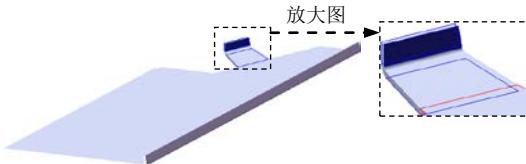
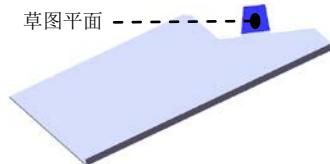

图 6.12 绘制的折弯 2
图 6.13 折弯线草图平面
Step6. 创建图 6.12 所示的钣金特征——绘制的折弯 2。
(1) 选择命令。选择下拉菜单 **插入(I)** → **钣金(B)** → **绘制的折弯(S)...** 命令(或单击“钣金”工具栏上的“绘制的折弯”按钮 )。
(2) 定义特征的折弯线。
① 定义折弯线草图平面。选取图 6.13 的模型表面作为折弯线草图平面。